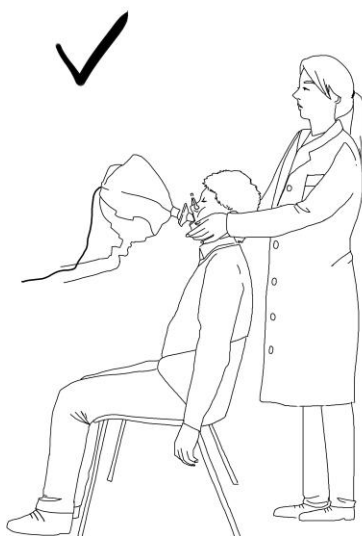

Figura 46 - Corretta postura per la misura FOT
- Il paziente deve sedere con la schiena dritta e il collo leggermente curvo verso l'alto. Modificare l'altezza del dispositivo per assicurare la giusta postura del paziente. (Figura 46)